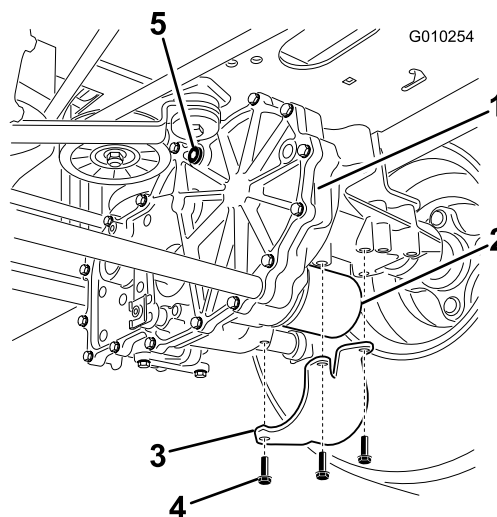

Figura 58
2. Localize o filtro e resguardos em cada conjunto eixo-transmissão e retire os 3 parafusos que fixam o resguardo do filtro (Figura 58).